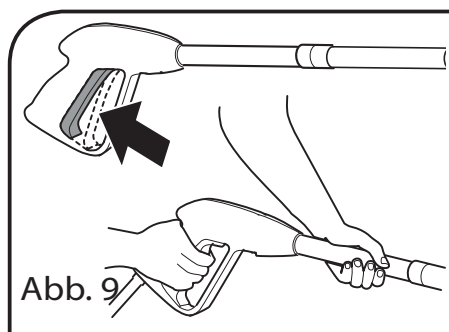

Abb. 9
5. Den Pistolenhebel drücken, damit die in der Pumpe vorhandene Luft entweichen kann, und warten, bis ein konstanter Wasserstrahl aus der Düse ausfließt (Abb. 9).